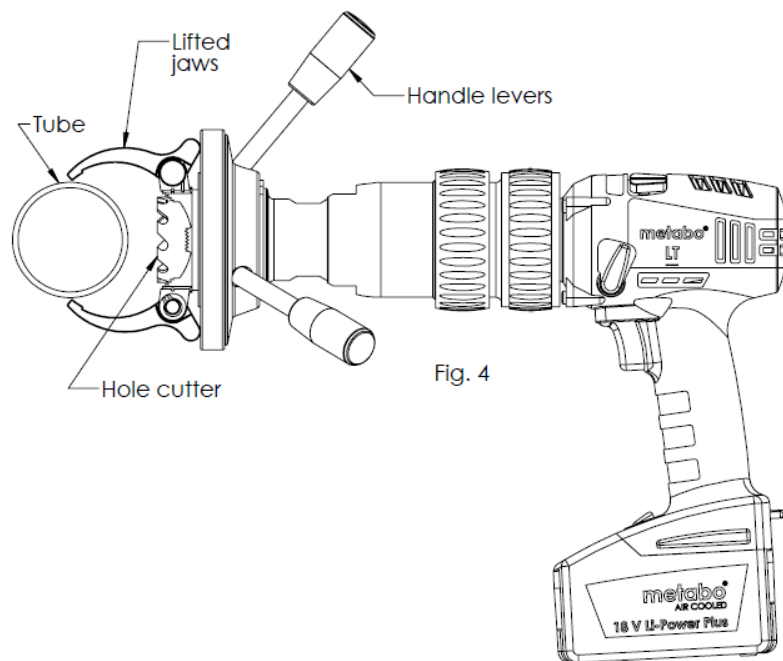

Fig. 4
4. Med reference til fig. 4 – Drej de tre håndtag mod uret for at løsne klemmen og frigøre maskinen fra røret.